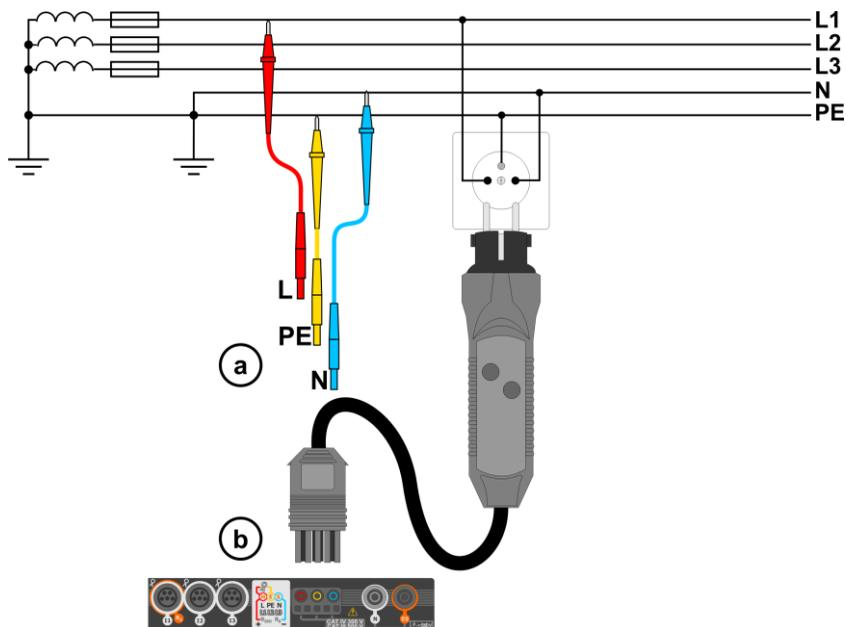
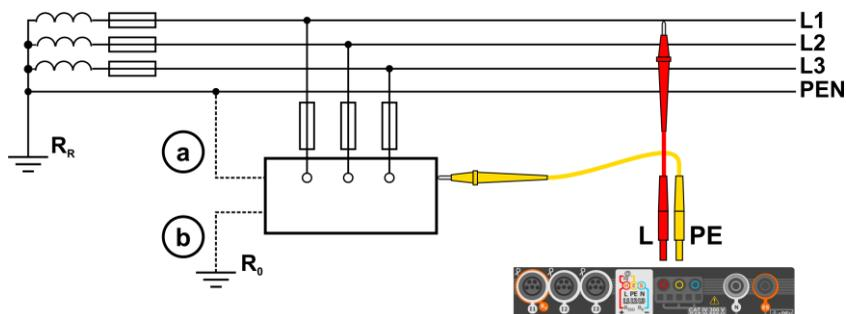

Fig. 3.1 Medición en el circuito L-PE
Fig. 3.2 Comprobación de la eficacia de protección contra incendios de la carcasa del dispositivo en caso de: (a) la red TN o (b) la red TT
- ① Conectar los cables de medición según la Fig. 3.1 o Fig. 3.2.